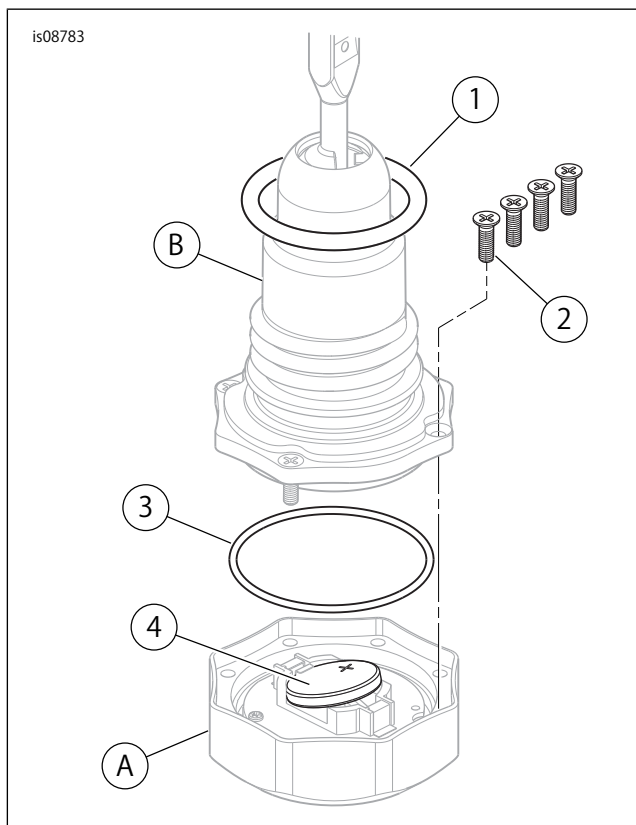

図3。ディップスティックサービスキット
Oリング、スクリュー、および交換用のCR2032バッテリーを含むディップスティックサービスキット(部品番号91800066)は、特定のモデル向けです(「表1」および「図3」を参照してください)。
「図3」を参照してください。アッパーディスプレイボディ(A)とロアディップスティックアッセンブリー(B)を分割するときには注意が必要です。
- ・ モデルによっては、ディップスティックサービスキット(部品番号91800066)を購入する必要があります。これはハーレーダビッドソンジャパン正規販売網店で販売されています。このキットには、Oリング、スクリュー、および交換用CR2032バッテリーが含まれています(「図3」および「表1」を参照してください)。
「図3」を参照してください。分解後、同じ向きに調整できるようにアッパーディスプレイボディ(A)とロアディップスティックコンポーネントをマークしてから分解してください。2つのコンポーネントを分割する際は慎重に行ってください。